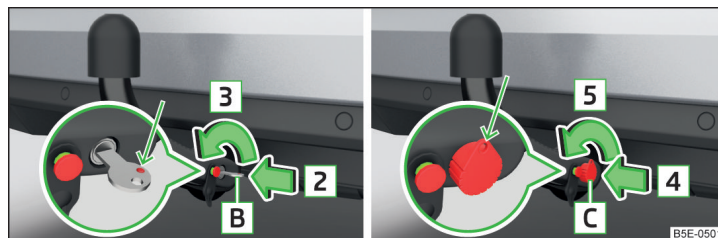

Abb. 304 Schloss entriegeln: Schlüsselvariante 1 / Schlüsselvariante 2
- › Den Schlüssel **B** in Pfeilrichtung **3** drehen, sodass dessen rote Markierung nach oben zeigt » Abb. 304.
- › Den Schlüssel **C** in Pfeilrichtung **5** drehen, sodass die Schlüsselöse nach oben zeigt » Abb. 304.